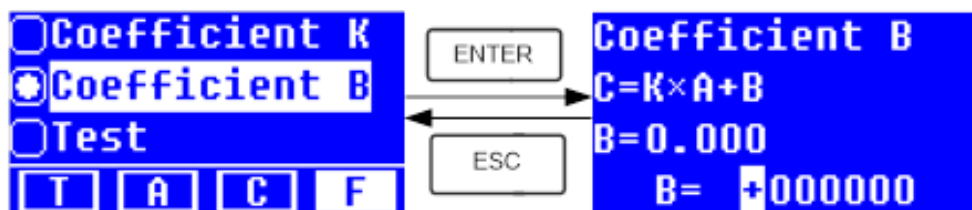

Figura 22
- Use las teclas ▲ o ▼ para ingresar el signo y valor de B (figura 22) luego presione ENTER para confirmar; el sistema regresará automáticamente a la interfaz anterior.